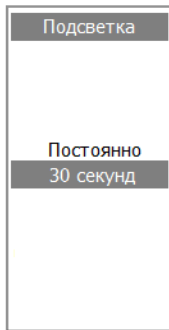

Рис. 32
- 3.4.2 НА ЖК индикаторе появится окно (рис.32), где высвечивается список из 2 строк: